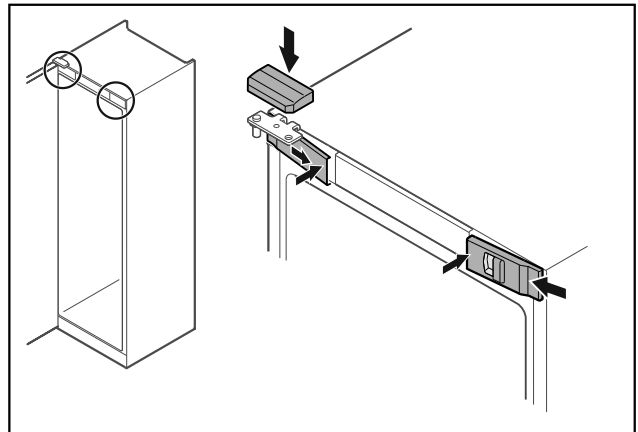

Fig. 48
- ▶ Передні кришки Fig. 48 (1) зачепити збоку та зафіксувати всередині.
- ▶ Зафіксуйте верхню кришку Fig. 48 (2) зверху.